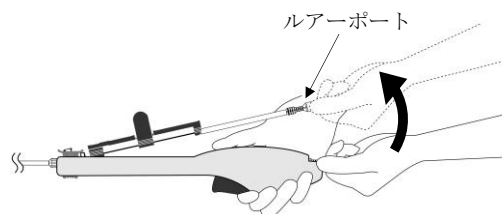

図 6
- 2) ハンドルを握った状態で、デリバリーシステムのシャフト末端のルアーポートを把持し、優しくひねりながらハンドルを取り外す（図 6）。